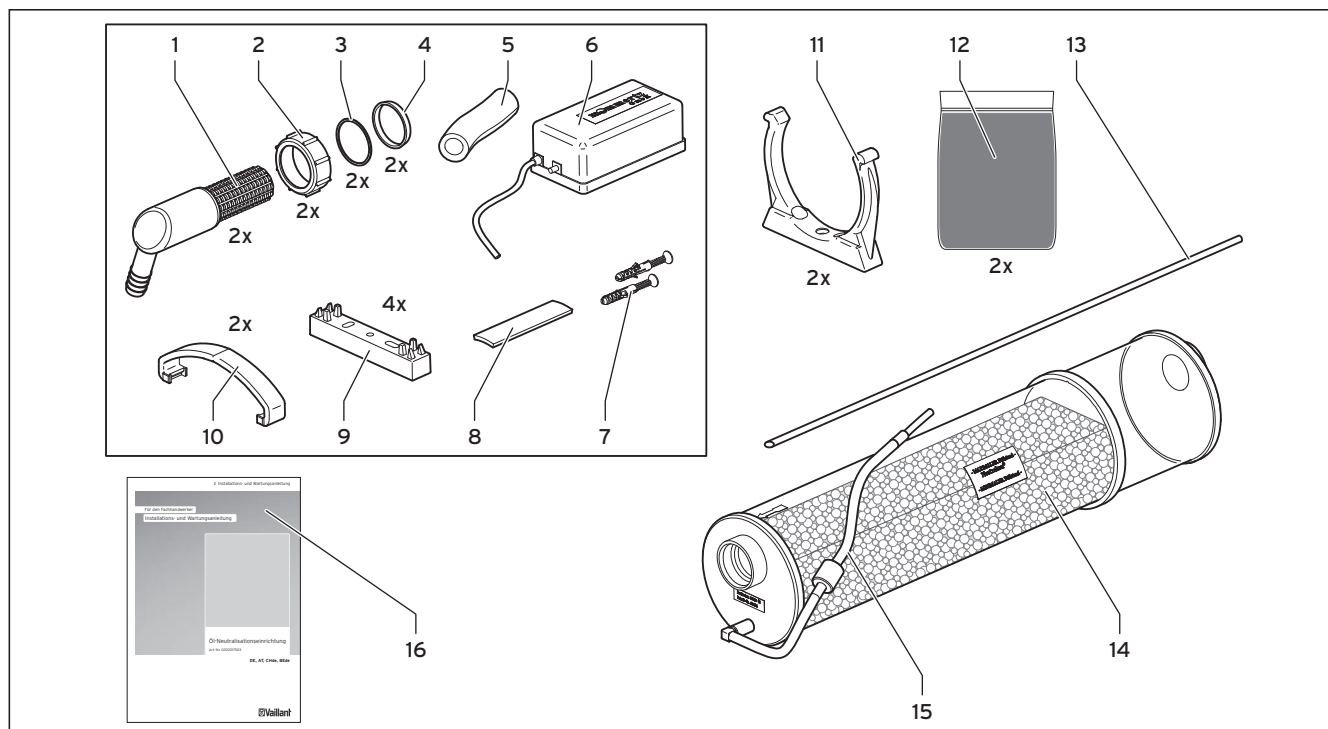
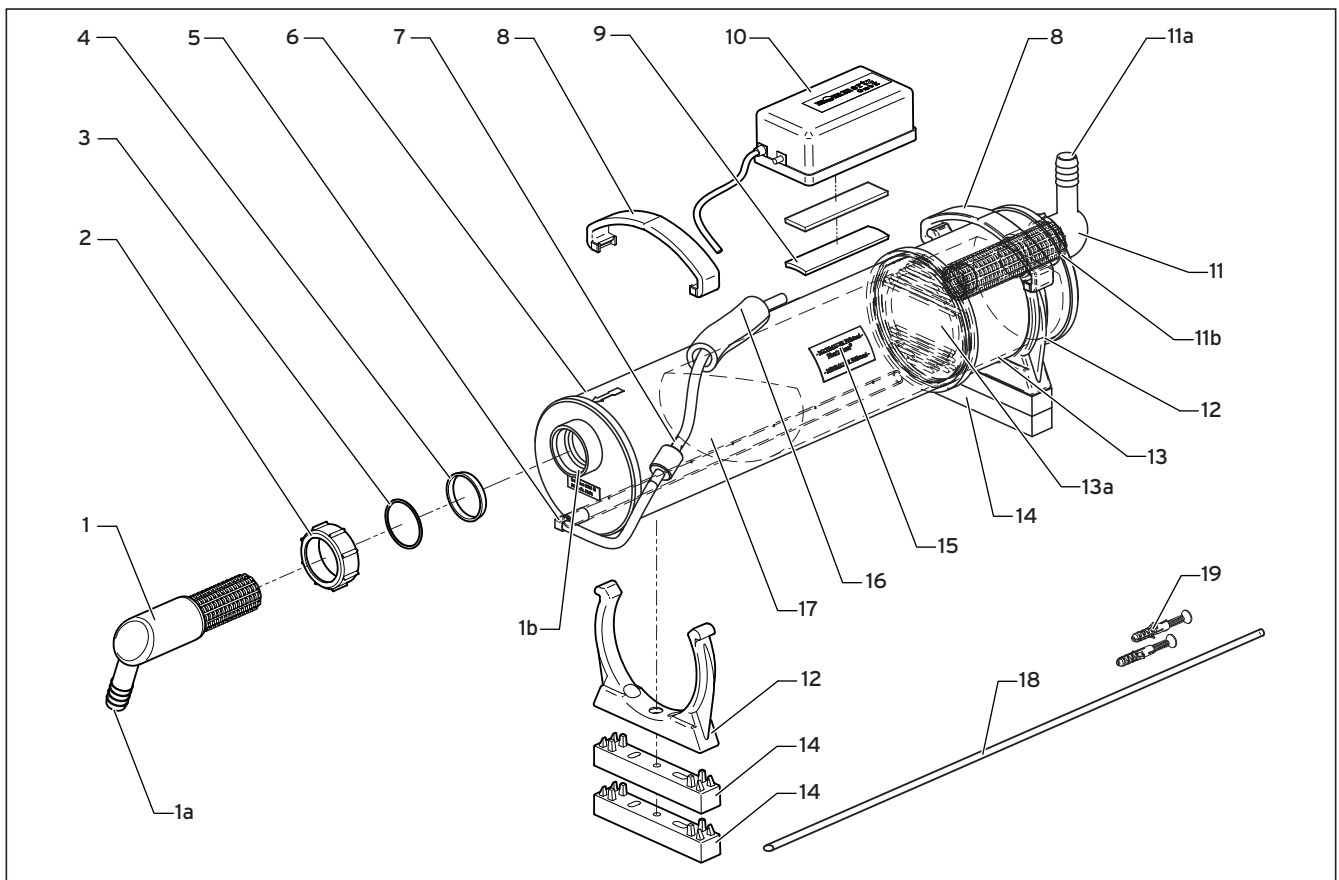

Abb. 3.1 Lieferumfang
Abb. 3.2 Öl-Neutralisationseinrichtung zusammenbauen
- Füllen Sie die Aktivkohle (→ **Abb. 3.1**, Pos. 12) in die Öffnung am Anschlussgewinde für die Tülle/Zulauf (→ **Abb. 3.2**, Pos. 11b) ein.
- Die Aktivkohle gelangt in den Aktivkohle-Vorfilter (→ **Abb. 3.2**, Pos. 13).
- Schließen Sie die Tülle/Zulauf (→**Abb. 3.2**, Pos. 11) der Öl-Neutralisationseinrichtung an den Kondensatablauf des Brennwertkessels an.
- Schließen Sie die Tülle/Ablauf (→**Abb. 3.2**, Pos. 1) an die Hausentwässerung oder die Kondenswasserpumpe an.